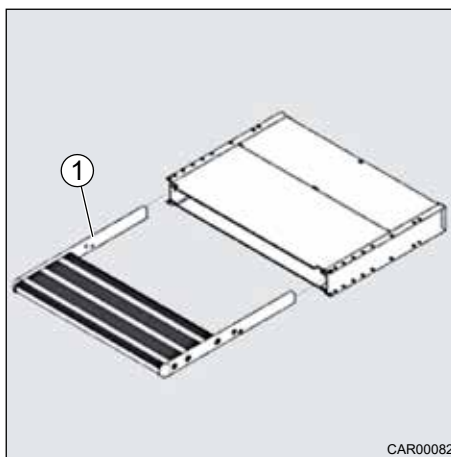

Fig. 184 Déverrouillage de secours
3. Tirer la marche (Fig. 184, pos. 1) en dehors.